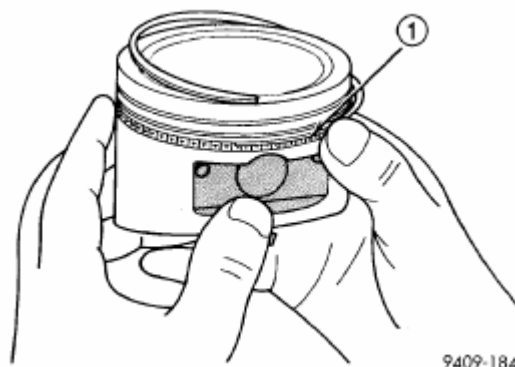
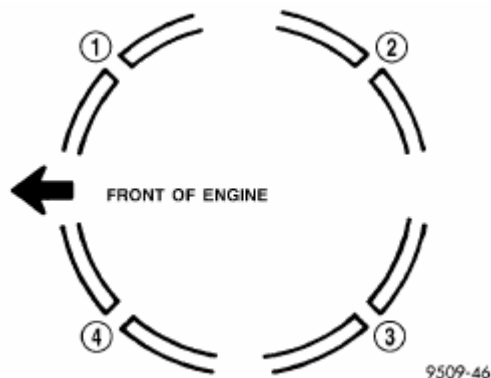

Рис. 69. Установка боковой планки – типовая.
Рис. 70. Поршень.
(2) Установить боковую планку, поместив один конец между канавкой поршневого кольца и кольцераширителем. Зафиксировать конец и нажать на устанавливаемый участок вниз так, чтобы боковая планка встала на место. **Не использовать кольцераширитель** (Рис.69).
(3) Сначала устанавливать верхнюю боковую планку, а затем - нижнюю.
(4) Установить поршневое кольцо No. 2, затем поршневое кольцо No. 1.
(5) Расположить торцевые зазоры поршневых колец как показано на Рис. 70.
(6) Установить кольцерасширитель минимум под 45° от зазоров боковых планок, **но не** по центру поршневого пальца или в направлении давления. Зигзагообразное расположение зазора кольца важно для управления подачей масла.